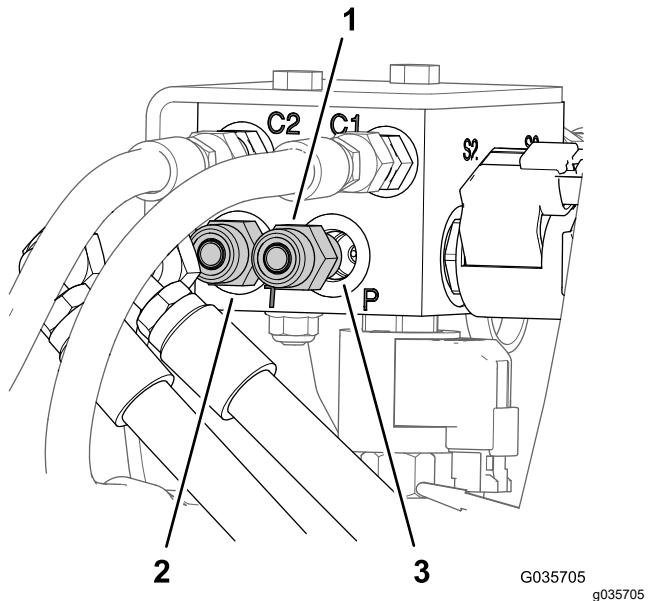

Figura 9
1. Na parte de trás do pulverizador, rotule as tubagens na porta P e na porta T do coletor do cilindro de elevação (Figura 9).
2. Retire as tubagens das uniões hidráulicas retas na porta P e na porta T do coletor do cilindro de elevação (Figura 9).
3. Retire as uniões hidráulicas retas da porta P e da porta T do coletor do cilindro de elevação antigo (Figura 9).